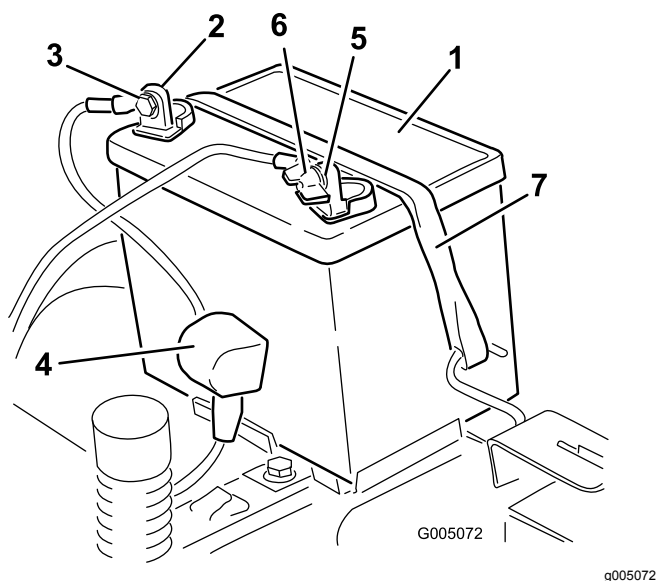

Figura 39
4. Desconecte el cable negativo de tierra (negro) del borne de la batería (Figura 39).
6. Desconecte el cable positivo (rojo) del borne de la batería (Figura 39).
7. Retire la correa de sujeción de la batería y levante la batería para retirarla de su bandeja (Figura 39).
1. Coloque la batería en la bandeja (Figura 39).
5. Fije la batería con la correa de sujeción (Figura 39).